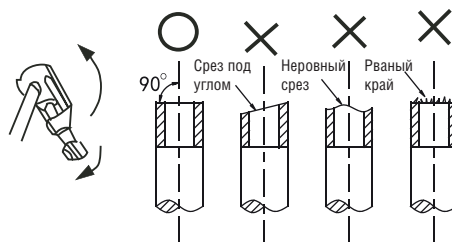

Рисунок 6-4
1) Для резки труб используйте труборез. (См. рис. 6-4).